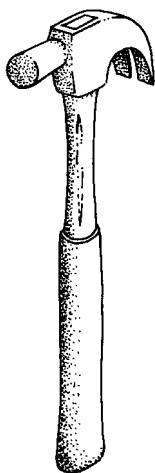

Рис. 1.20. Столярный молоток
- ❑ Столярный молоток (рис. 1.20). Необходим во многих случаях, в основном для прибивания поперечин к деревянным рамам.